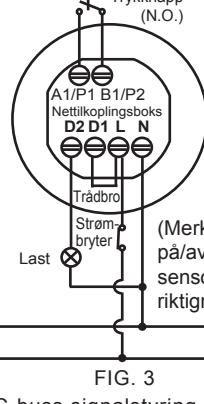

FIG. 3
- En sensor styres av forbruker (se FIG. 3).
3.3.4.5 Se FIG. 13 for montering av sensorhodet med strømboks, og se deretter koplingsskjemaene (se FIG. 3 - FIG. 8) for korrekte kabelforbindelser.
Tilkoble klemmene A1/P1 B1/P2 med tryknapper (av typen N.O.) for manuelt å styre forbrukerne PA/AV (se FIG. 3). Når forbrukeren er AV trykker man på tryknappen for manuelt å slå på forbrukeren. Forbrukeren fortsetter hvis det kontinuerlig registreres bevegelse.